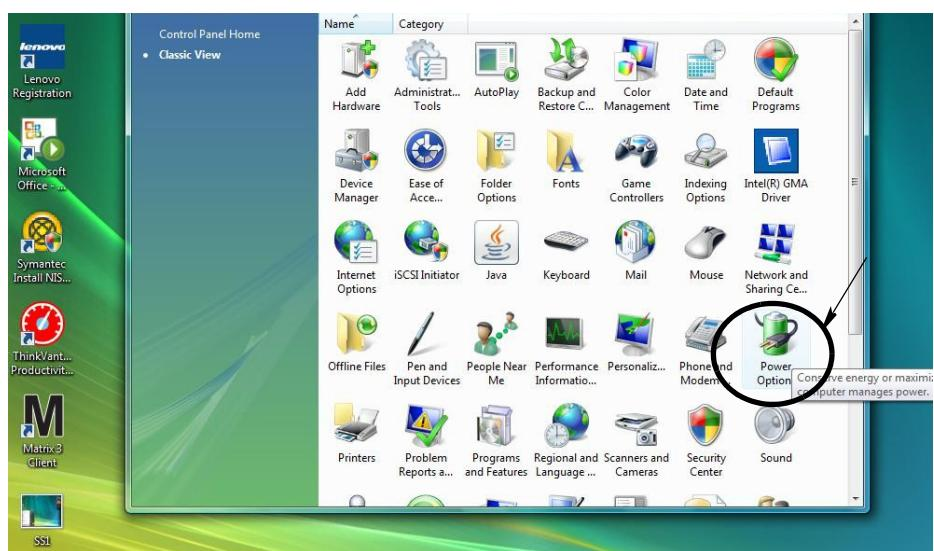

Рис. 33
- Щелкните по значку «Электропитание» (Рис. 33).